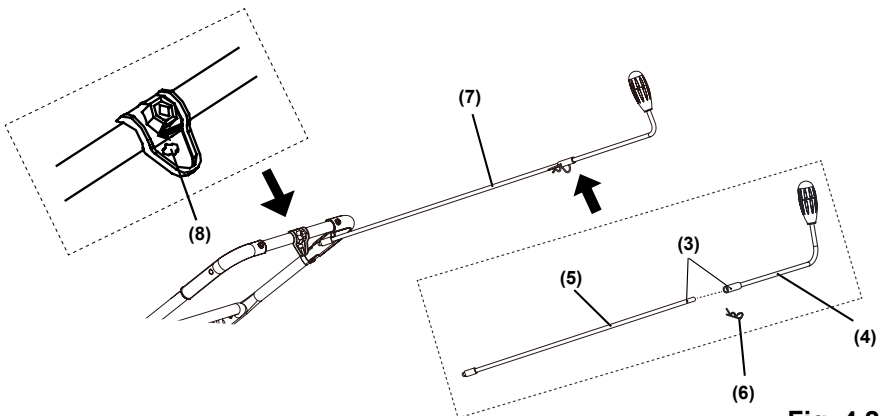

Fig. 4.2
- Alinee los orificios (3) de la palanca de control de canal superior (4) con los orificios de la palanca de control del canal inferior (5). Inserte el pasador de enganche (6). Introduzca el extremo de la Palanca de control del canal (7) en el orificio de referencia (8) del soporte que está acoplado a la parte superior del mango central. (Fig.4.2)